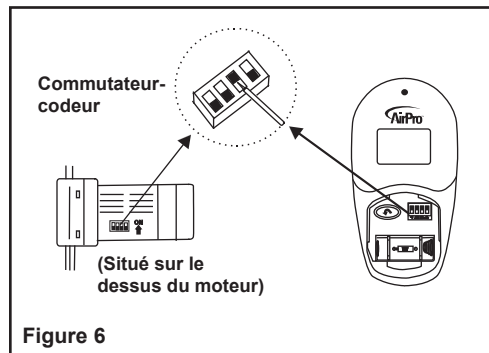

Figure 6
**REMARQUE :** Cette télécommande est pourvue de 16 combinaisons afin de prévenir toute interférence possible avec d'autres télécommandes. Les molettes de sélection de fréquence sur votre récepteur et votre émetteur ont été préréglées à l'usine. Veuillez vérifier à nouveau pour vous assurer que les molettes de l'émetteur et du récepteur sont réglées à la même position. Les combinaisons de réglages commanderont le ventilateur tant que l'émetteur et le récepteur seront réglés à la même position. (Fig. 6)